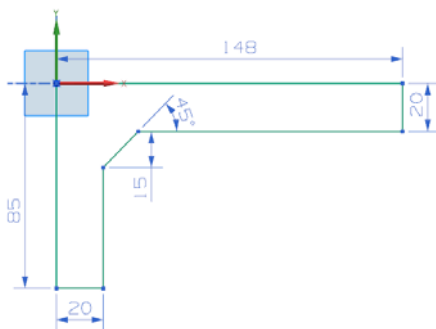

图 11-142 绘制草图
(3) 在“创建草图”对话框中，选择 XC-YC 平面为基准面，设置“水平”面为参考平面，单击按钮，进入草图绘制环境，绘制如图 11-142 所示的草图。单击“完成”按钮，退出草图绘制环境。